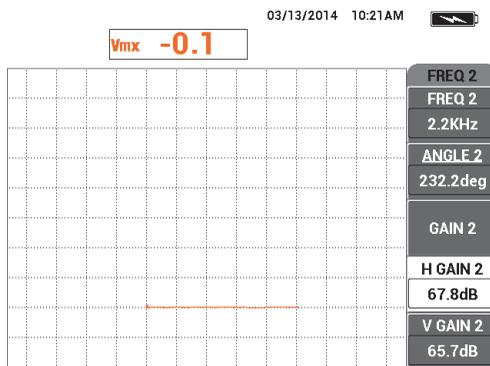

Рис. 5-132 Настройка значения Г УСИЛ 2
31. Плотно прижимая преобразователь к визитной карточке, настройте Г УСИЛ 2 (клавиша В) так, чтобы смешанный сигнал растянулся на 5 делений по горизонтали от нулевой точки (см. Рис. 5-132 на стр. 233).